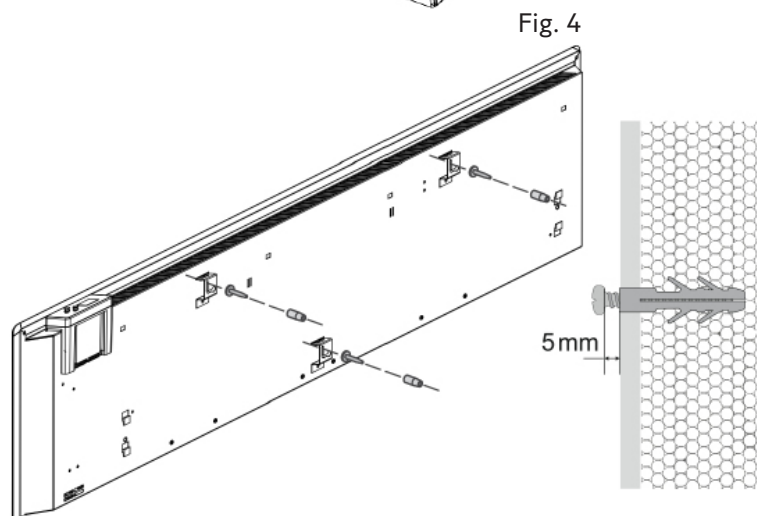

Fig. 4
- Sett plastplugger eller andre egnede festeanordninger i hullene. (Fig. 4)
- Skru inn skruene, og la dem stikke ut ca. 5 mm. (Fig. 4)